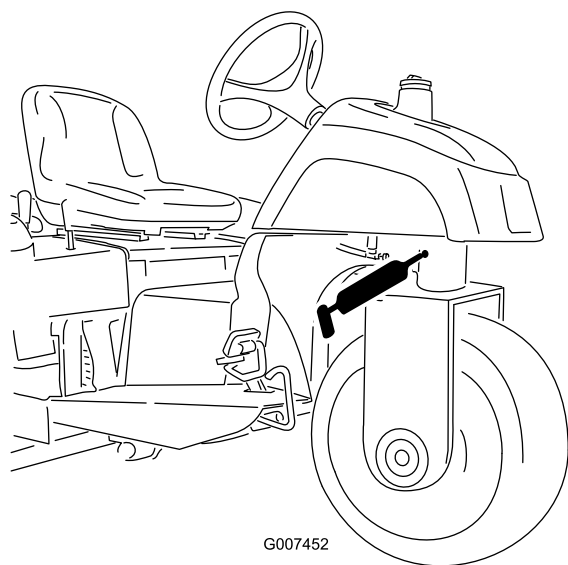

図 25
- ・ ステアリングピボット (図 25)
注 ステアリングピボットの注入部 (図 25) は面一フィッティングなので、グリスガン用ノズルアダプタが必要です。 パーツ番号は P/N 107-1998 ; ご注文は Toro 代理店へ。